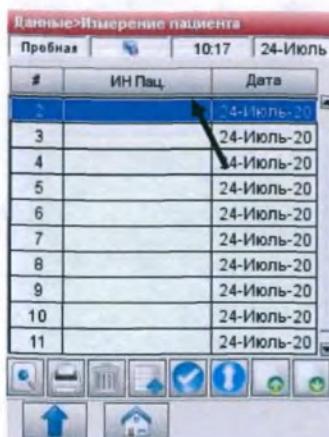

Рис.6-3 Измерения пациента
- На экране **<Данные – Измерения пациента>** (Рис.6-3), выберите измерение и нажмите кнопку **<Просмотр>**  чтобы отобразить результаты измерений (Рис.6-4).
- Чтобы распечатать отдельные результаты, выделите желаемое измерение (Рис.6-3).